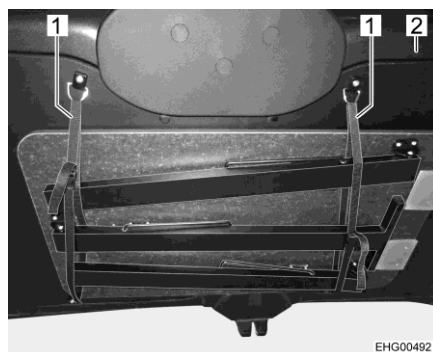

Bild 9 Bord (fäst på bakluckan)
- Sätt fast bordet på baklucka (Bild 9,2) med två remmar (Bild 9,1).